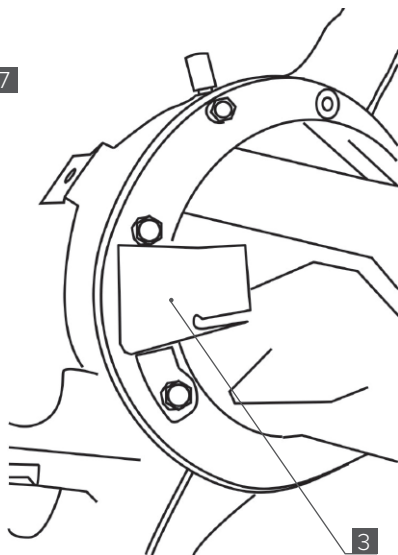

Рис. 7
- Между фланцем и вилкой включения установите щуп 0,1 мм (**см. раздел Инструменты**), по всей плоскости прилегания вилки (**Рис. 7**).
14. После установки редуктора в сборе с блокировкой в балку моста, установите защитный кожух штуцера ввода воздуха в мост [3] под болт крепления крышки (Рис. 7).